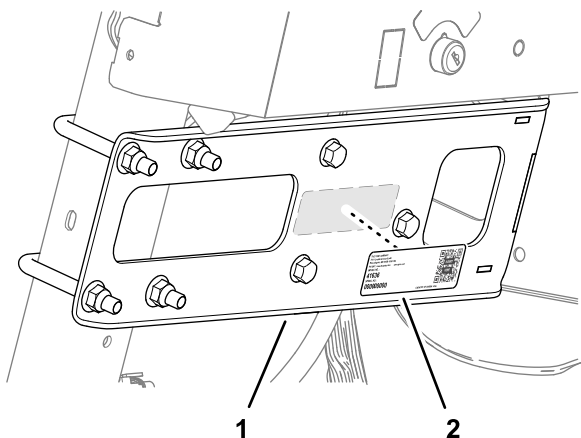

Figura 77
2. Coloque la calcomanía en el soporte del distribuidor, como se muestra en la Figura 77.